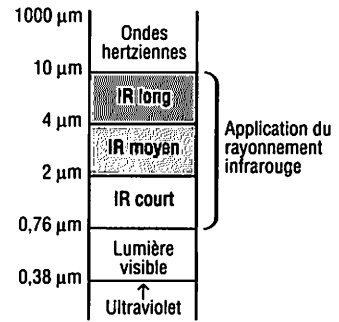

Fig. 15 : Répartition des rayonnements infrarouges (IR) dans le spectre des fréquences.
On distingue trois domaines de longueur d'onde pour les infrarouges (IR) (fig. 15).